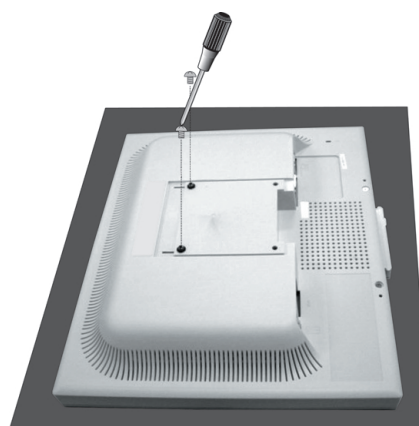

Figura S.4
6. Rimuovere le 2 viti sulla parte superiore del monitor (**figura S.4**). Il monitor, ora, è pronto per un diverso montaggio.